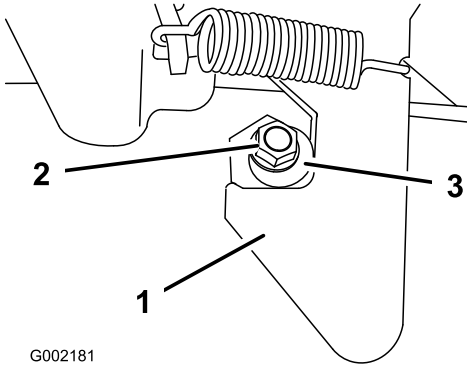

図 57
1. ラッチポストの端についているロックナットをゆるめる 図 57。
2. ラッチポストを右回りに回転させてラッチのフック部にちょうどはまるようにする 図 57。